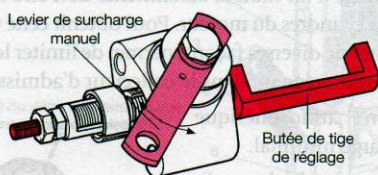
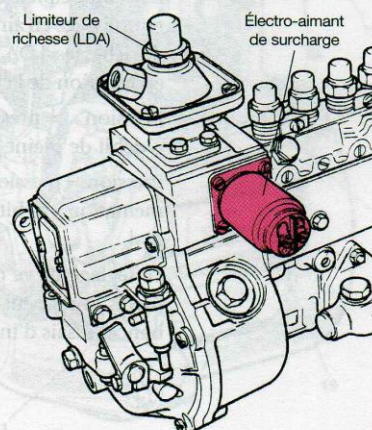

Figure 91.8. Commande manuelle par câble
Figure 91.9. Commande électrique
a) Butée à commande externe (manuelle, fig. 91.8 ou électrique, fig. 91.9).